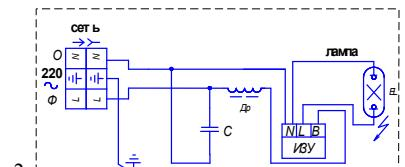

Рис.2
8.1 Подвесить светильник за узел подвеса (1), установить защитный кожух (2) на корпус светильника, расстегнуть защелки и снять стенку , пропустить кабели через уплотнительные ниппели, подключить к розетке светильного разъема (3) согласно схемы (рис.2); установить стенку в исходное положение , ввернуть лампу и отрегулировать направление светового потока на освещаемую поверхность согласно инструкции по эксплуатации лампы «Reflux».